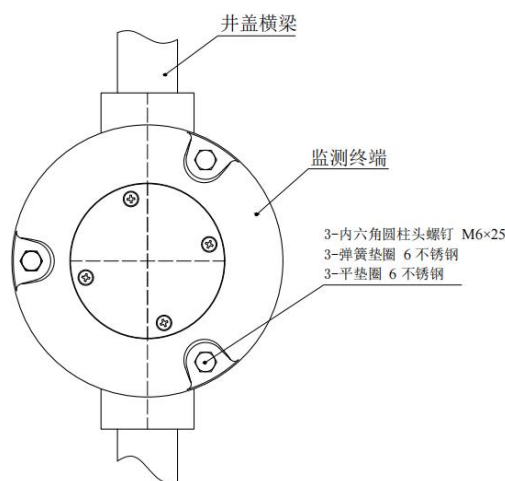

图 11 非金属复合材料井盖监测终端安装示意图
4) 终端安装如图 11 所示，依次将配好弹簧垫圈及平垫片的 3-M6*25 内六角螺栓穿过终端、旋转盘支架，在各螺栓螺母预拧紧位置点上螺纹胶，用手预拧紧 2-M6 螺母，将安装支架上预安装监测终端面与井盖面调整到基本平行，再用内六方扳手及套筒扳手拧紧相应的螺栓螺母即可将安装支架与井盖固定；